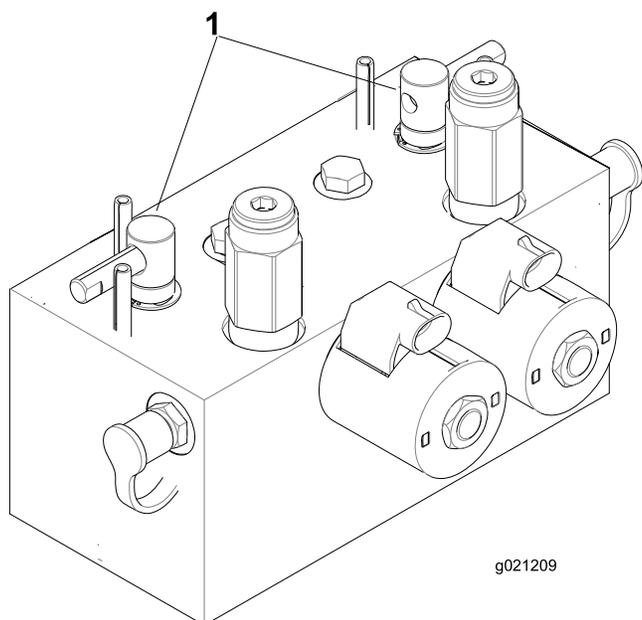

Рисунок 74
2. Разблокируйте и поднимите сиденье для доступа к рычагам обратного вращения (Рисунок 74).
5. Выберите передний, задний или оба рычага обратного вращения, чтобы определить, заточку каких режущих блоков необходимо произвести (Рисунок 74).